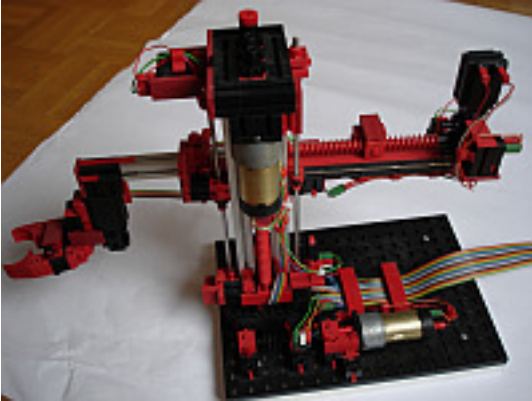

Bild 1: Robbi
**Ziel:** Es soll der in Bild 1 abgebildete Fischertechnik Robotergreiferarm (Robbi) mittels numerischer Tastatur , siehe Bild 3, vom OS9-System aus über die CAN-Schnittstelle manuell ferngesteuert werden.